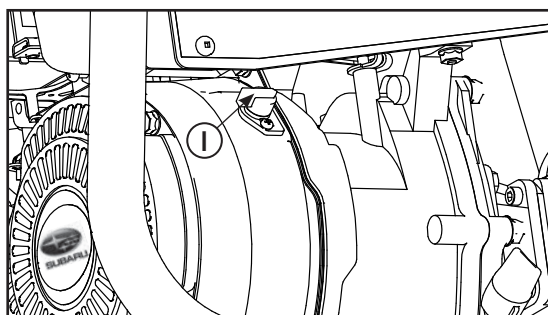

Figure 13
6. Tourner l'interrupteur du moteur (I sur la figure 13) en position «OFF».